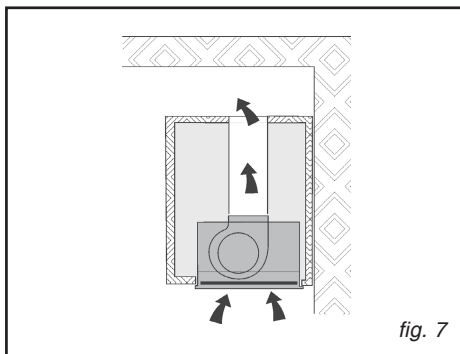

fig. 7
- Prévoyez le trou d'évacuation de l'air au sommet de votre placard (Fig.7).